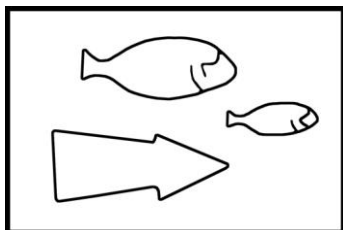
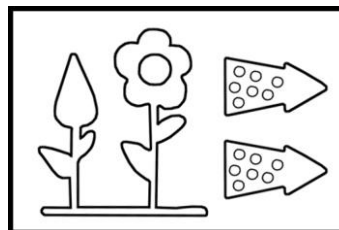

Fig 4
Fig 5
- Montieren Sie den Schlauch vom Schlauchanschluss des Filters Fig. 4 (Pfeil vom Filter weg, Fische abgebildet) ab und montieren Sie ihn am dritten Schlauchanschluss des Filters Fig. 5 (Pfeil vom Filter weg, Blume abgebildet) an.